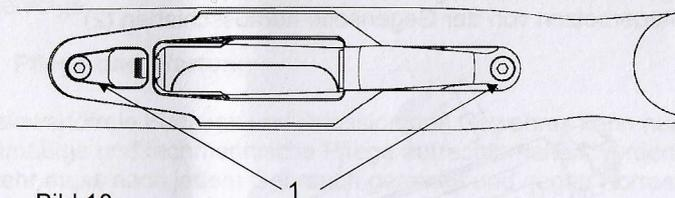

Bild 10
- Abwechselndes Lösen der Schrauben „1“ (Bild 10) um Beschädigungen zu vermeiden.